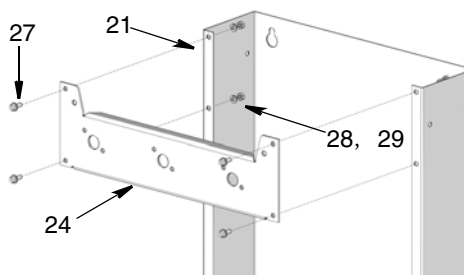

图 6
3. 使用螺丝 (27)、防松垫圈 (28) 和螺母 (29) 以及现有的孔将流量计安装板 (24) 连接到分配器包装器 (21)。牢牢地拧紧螺丝。有关这些零配件的正确安装方向，请参考图 6。